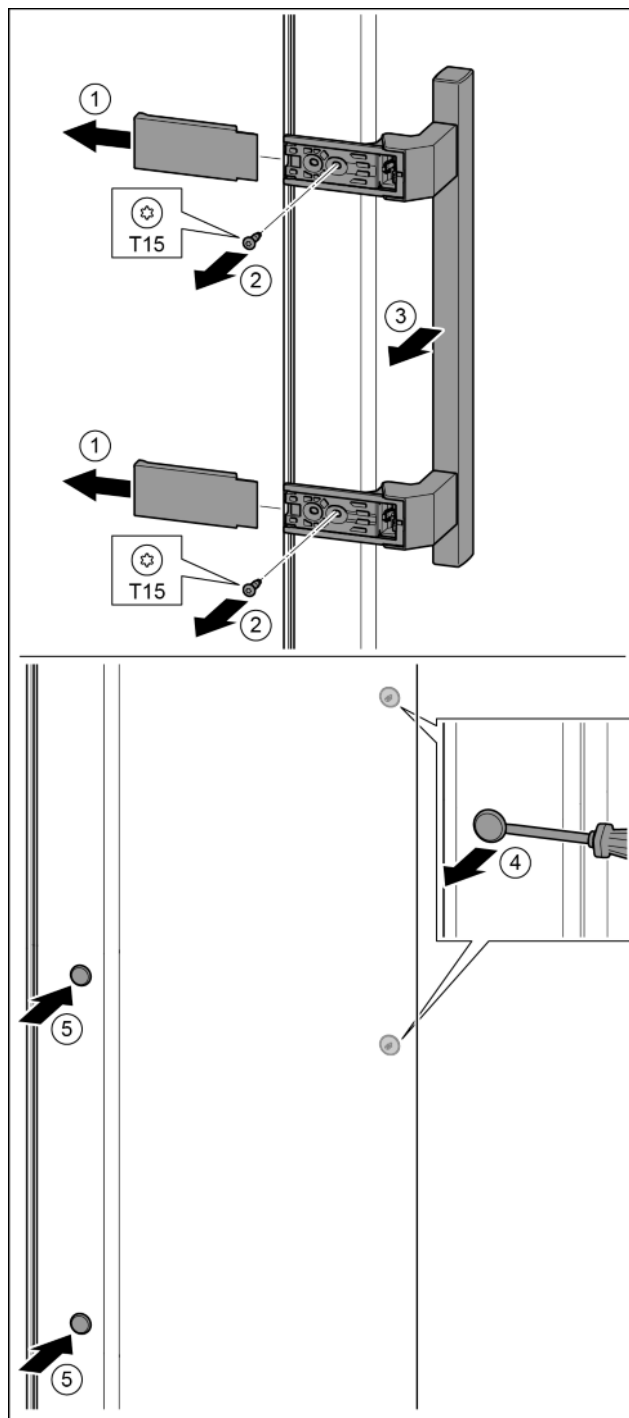

Fig. 38
- Skinite pokrov. *Fig. 38 (1)*
- Odvijačem T15 odvijte vijke. *Fig. 38 (2)*
- Skinite ručicu. *Fig. 38 (3)*
- Odvijačem oprezno podignite bočni čep i izvucite ga. *Fig. 38 (4)*
- Ponovo umetnite čep na drugoj strani. *Fig. 38 (5)*